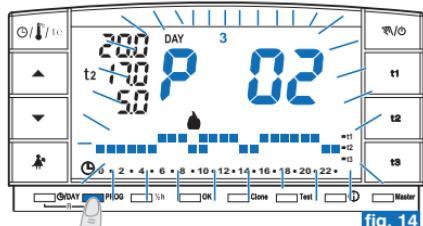
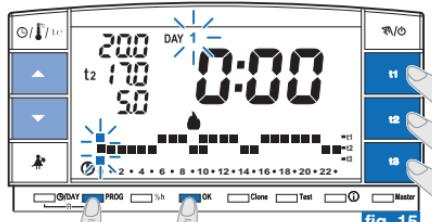

fig. 14
fig. 15
- Pour modifier les **réglages précédemment enregistrés** du programme **P01, P02 ou P03**, appuyer sur la touche **PROG** pour afficher les programmes, appuyer sur les touches **▲▼** (ou **PROG** à impulsions) jusqu'à ce que le numéro du programme que vous souhaitez modifier (**P 01** ou **P 02** ou **P 03**) fig.14, s'affiche sur l'écran, appuyer sur **OK (ou sur PROG)** pour **4 secondes** pour accéder à la modification (exemple sur la fig. 15); si le jour à modifier devait ne pas être le Lundi, appuyer une ou plusieurs fois sur **OK** jusqu'à sélectionner le jour désiré.
- Procéder à la modification du profil journalier en utilisant les touches **t1**, **t2** ou **t3** (exemple sur la fig. 15).